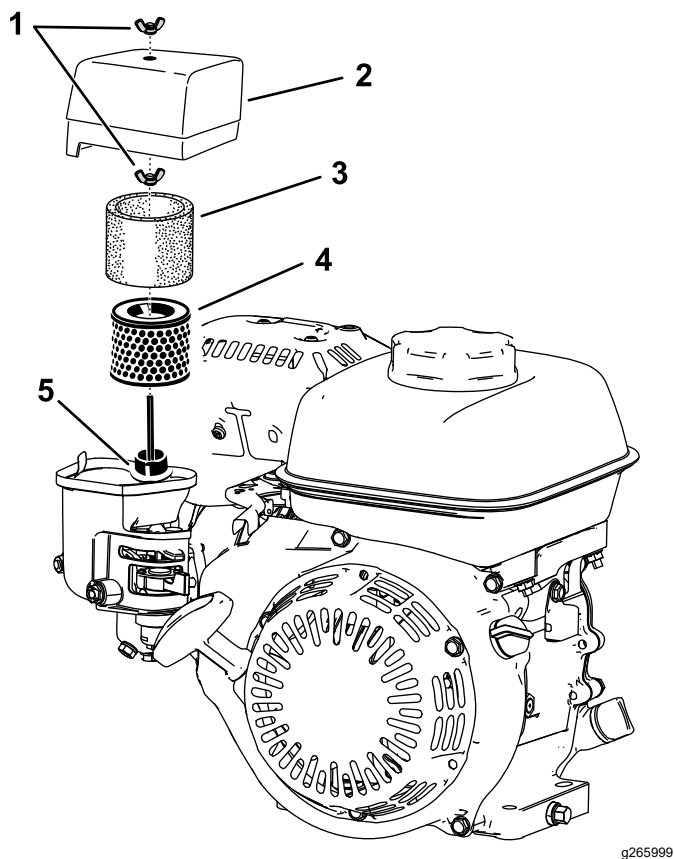

図 19
2. エアクリーナカバーを固定している蝶ナットを外す 図 19。